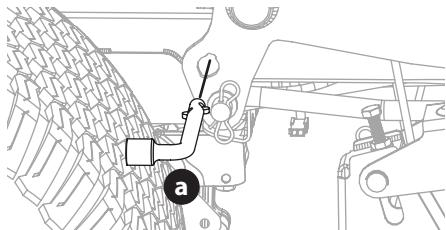

Figura 44
- En los tractores equipados con la perilla o el pasador de elevación de la plataforma, use el pedal de elevación de la plataforma y la perilla o el pasador de elevación de la plataforma para ubicar la plataforma en la posición más baja, y use la herramienta para usos múltiples (a) (si se incluye) para bloquear los componentes de la elevación de la plataforma en su lugar como se muestra en la Figura 44. En tractores con una manija de elevación de la plataforma, baje la plataforma a la posición más baja.